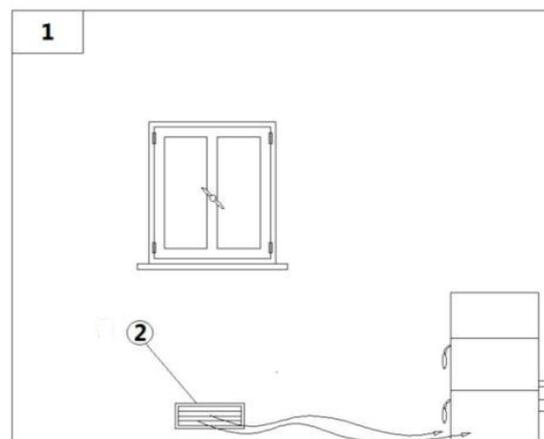

Fig. 7 - Direkte Luftzufuhr
LEGENDE Fig. 7 auf S. 10
- Die Luftzufuhr zwischen der Außenseite und dem Raum kann direkt durch die Öffnung auf der Außenwand des Raumes erfolgen (siehe **Fig. 7 auf S. 10**).